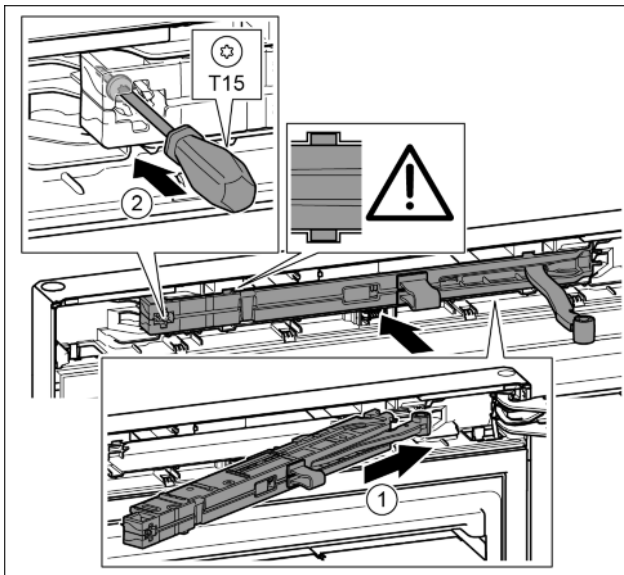

Fig. 19
- ▶ Під нахилом просуньте демпферний вузол з боку опорного кронштейна в отвір до упору. Fig. 19 (1)
- ▶ Закрутіть гвинт за допомогою викрутки T15. Fig. 19 (2)